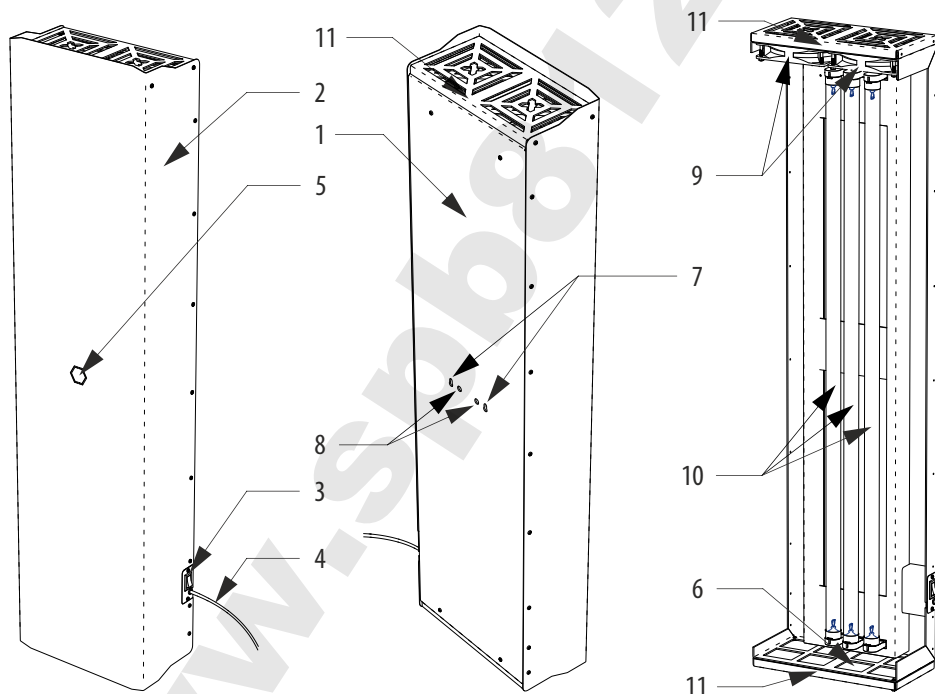

Рисунок 1. Общая конструкция очистителя воздуха ОВУ-05 / ОВУ-05Т .
- 6.3. Измерьте межцентровое расстояние между проушинами 7 (см. рис.1). С помощью уровня и линейки (рулетки) разметьте на стене отверстия для монтажа. Выбирайте крепёж в соответствии с материалом стен: шурупы для деревянных стен или стен из древесных материалов; дюбеля с шурупами для бетонных, кирпичных или газосиликатных стен; специальный крепёж для стен из ГКЛ.